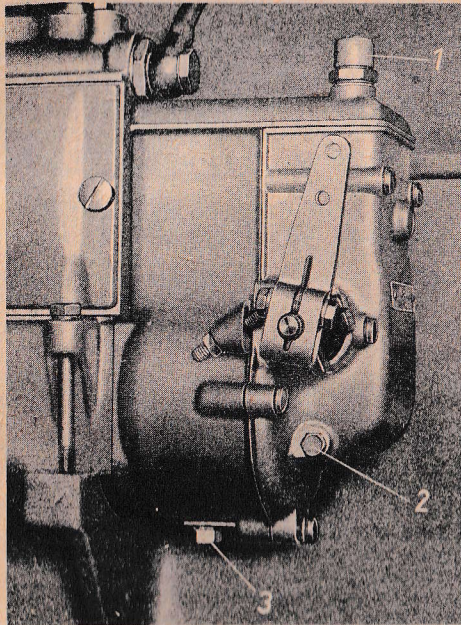

Abb. 18
6.1.3. Ölstandskontrolle am Einspritzpumpenregler (Abb. 18)